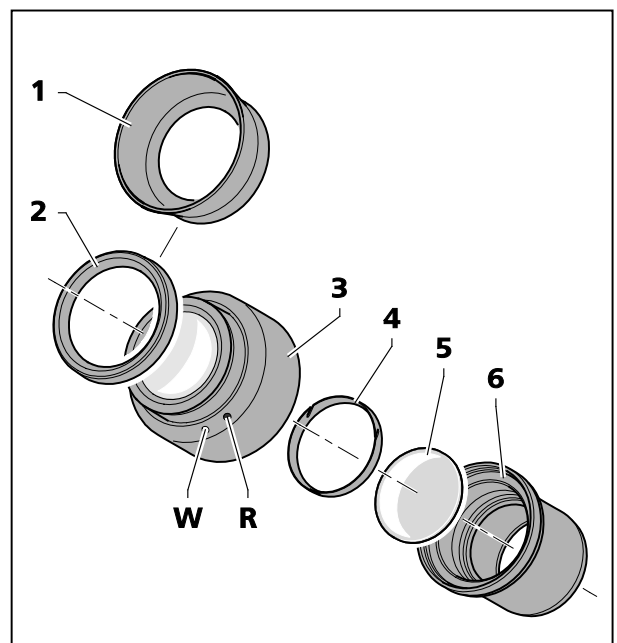

Fig. 16 Inserir a placa ocular
As oculares estão providas de anéis de borracha protetores dos óculos para evitar arranhões nas lentes. Estes mesmos poderão ser substituídos, à escolha, por conchas oculares rebatíveis (Fig. 16/1).
- Para esse fim, remover os anéis protetores de óculos (Fig. 16/2) das oculares e sobrepor as conchas oculares (Fig. 16/1).
- Desparafusar a peça de diafragma (Fig. 16/6) da ocular (Fig. 16/3).
- Extrair o anel de retenção (Fig. 16/4).
- Inserir a placa ocular (Fig. 16/5).
O deslocamento leve sobre a escala de dioptrias, causado pelo caminho óptico adicional, é tomado em consideração pelo fato de que a posição zero não é indicada pelo ponto branco (Fig. 16/W), senão pelo ponto vermelho (Fig. 16/R).